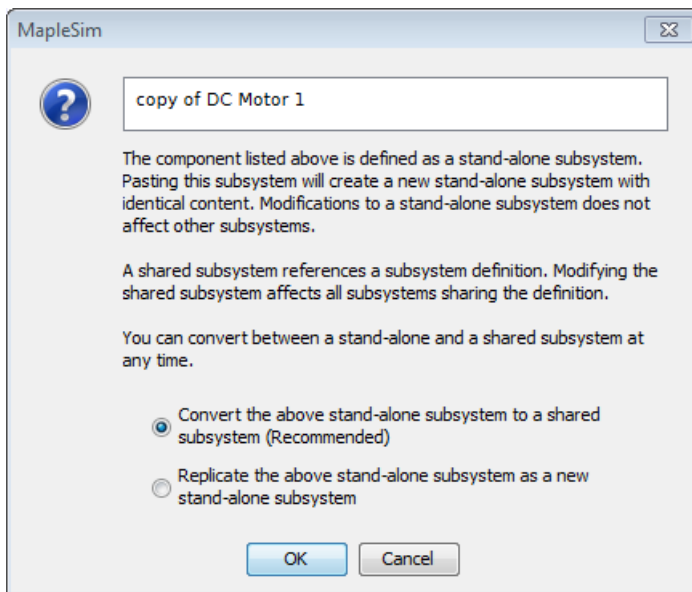

図2.13 サブシステムダイアログのコピー
1. モデルワークスペースで、**copy of DC Motor₁** スタンドアロンサブシステムをコピーし、貼り付けます。ダイアログボックスが表示されます(図2.13「サブシステムダイアログのコピー」を参照してください)。